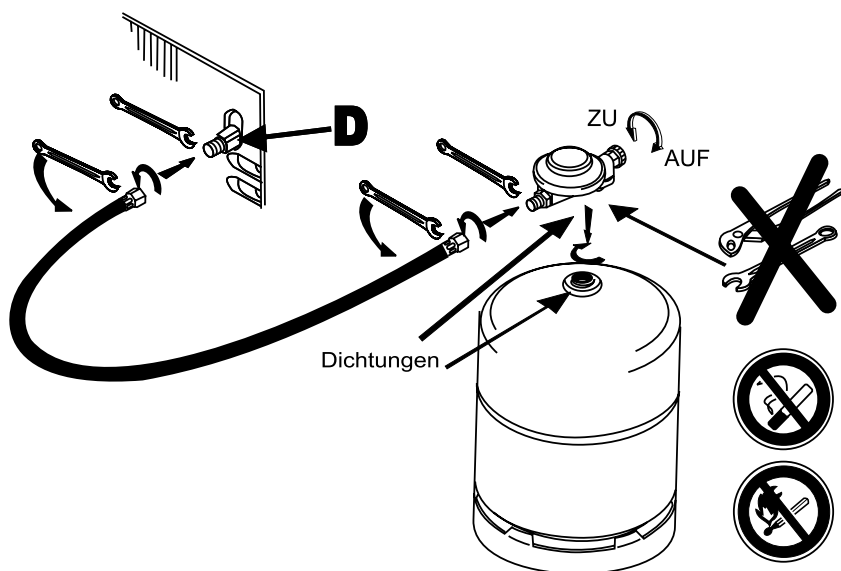

Abb. 4
10. Anschluß einer Gasflasche mit innenliegendem Kugelrückschlagventil (Abb. 4)
(Abb. 4 zeigt einen Stutzen für Gasanschluß mittels für diesen Zweck zugelassenem Gummischlauch und Schlauchklemmenbefestigung. Diese Anschlußart ist in **Deutschland NICHT zugelassen**, aber in anderen Ländern wie z.B. BENELUX, Frankreich, Schweiz, Italien, Spanien, Schweden, Norwegen usw. Es müssen aber unbedingt die landesspezifischen, respektive lokalen diesbezüglichen Vorschriften beachtet werden!)